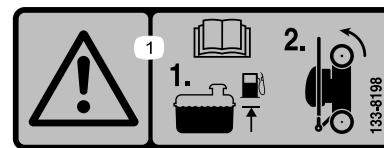

Figura 21
1. Asegúrese de que el nivel de combustible del depósito de combustible no sobrepasa lo recomendado por el fabricante del motor; consulte la pegatina del fabricante del motor, situada en el motor (Figura 21).